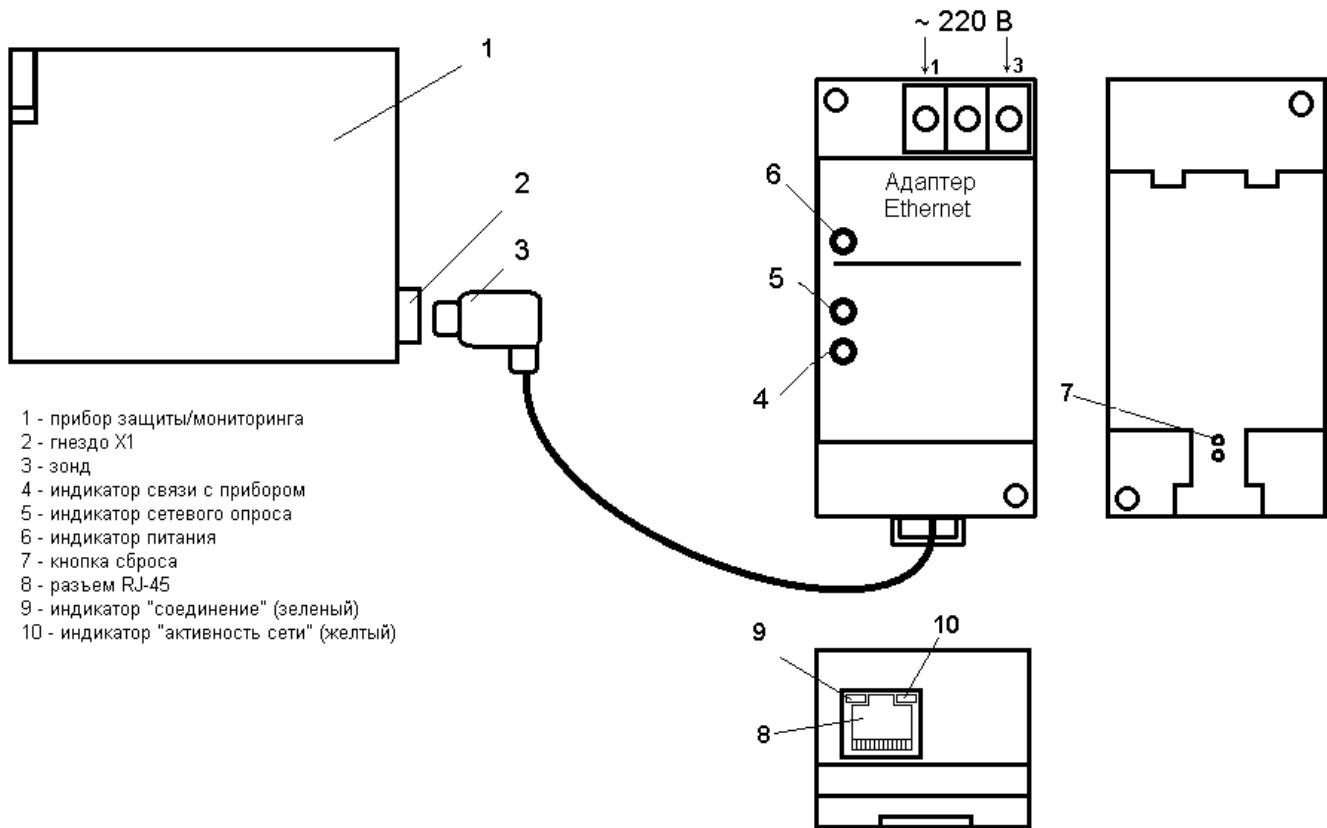

Рисунок 5 –общий вид адаптера Ethernet, расположение его органов индикации
- 8.1 Соедините зонд 3 бесконтактного интерфейса Адаптера Ethernet с разъемом 2 монитора (рис. 5).
- 8.2 Соедините вилку RJ-45 кабеля UTP (витая пара) сети Ethernet с розеткой 8 адаптера (рис. 5).
- 8.4 Свечение зеленого светодиода на разъеме RJ-45 адаптера (рис. 5) свидетельствует о целостности кабеля и наличии связи с коммутатором (или компьютером), желтый светодиод сигнализирует о сетевой активности.